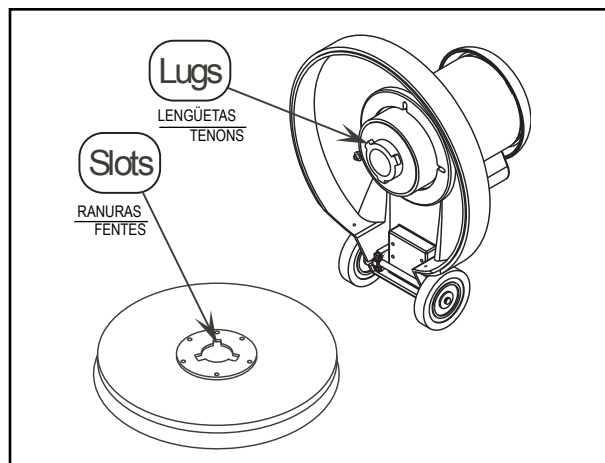

Figura 2
1. Alinee las lengüetas con las ranuras correspondientes del impulsor de la almohadilla y gire del impulsor de almohadilla en sentido anti-horario para que quede fijo en su lugar (figura 2). Para retirar el impulsor de almohadilla, gírelo rápida y firmemente en sentido horario.